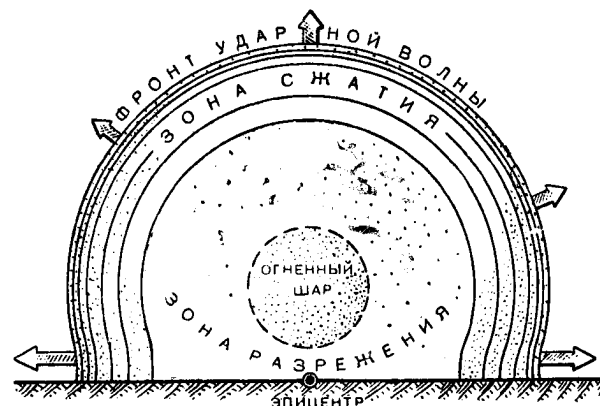

Рис. 21. Образование ударной волны атомного взрыва.
**Ударная волна** — основной поражающий фактор атомного взрыва. Она представляет собой область сильного сжатия воздуха, распространяющуюся с большой скоростью во все стороны от центра взрыва. Сжатие быстро передается от одного слоя воздуха к другому (рис. 21). Что же получается, когда ударная волна доходит до какой-нибудь условной точки в воздухе? В ней мгновенно повышаются давление и температура, а воздух начинает двигаться в направлении распространения ударной волны. Затем, когда фронт ударной волны (ее передняя граница) проходит эту точку, давление в ней постепенно снижается и через некоторое время становится равным атмосферному.